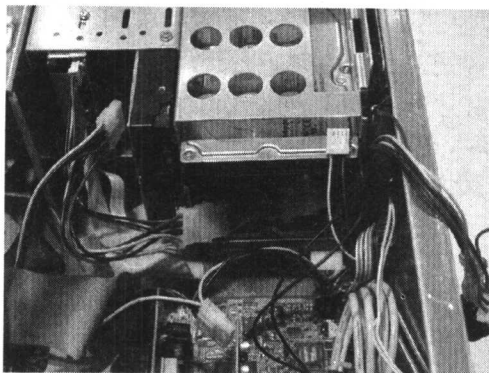

图 1-2 机箱内部结构
(2) 打开机箱盖 拔下所有外设连线后就可以打开机箱了，无论是卧式还是立式机箱，机箱盖的固定螺丝大多在机箱后侧边缘上，用十字旋具拧下几颗螺丝就可以取下机箱盖，机箱内部结构如图 1-2 所示。